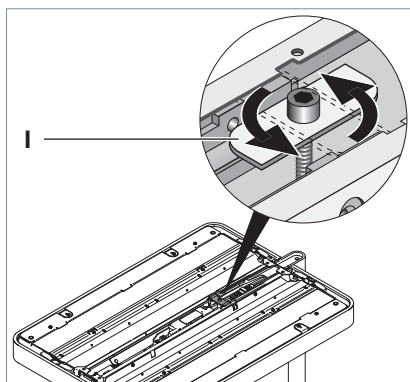

Fig. 4: Rotazione della piastra di regolazione.
- Sollevare leggermente la testa dell'apparecchio e ruotare la piastra di regolazione **I** di 90°, vedi Fig. 4.